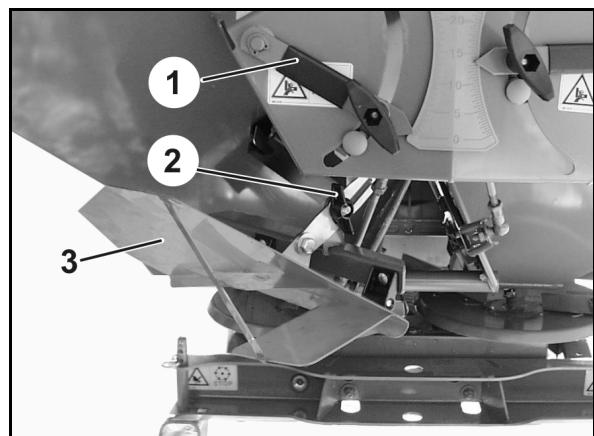
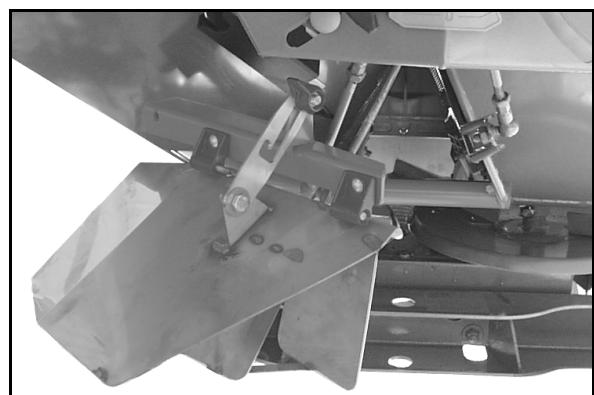

Fig. 82
Fig. 83
- Lukk venstre spjeld (Fig. 82/1).
2. Løsne vingemutrene (Fig. 82/2).
3. Grensespredningsskjermen (Fig. 82/3) svinges nedover fra hvilestilling til driftstilling (Fig. 83).
4. Trekk til vingemutrene (Fig. 82/2).